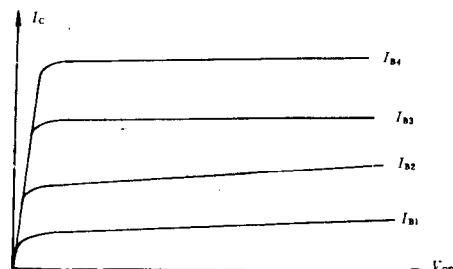

图 1-4 晶体管输出特性曲线
(7)“级/族”旋钮:用来调节每族特性曲线阶梯信号的级数,这个级数可在 4~12 之间连续可变。例如图 1-4 所示这族输出特性曲线是由四级(条)曲线组成的。